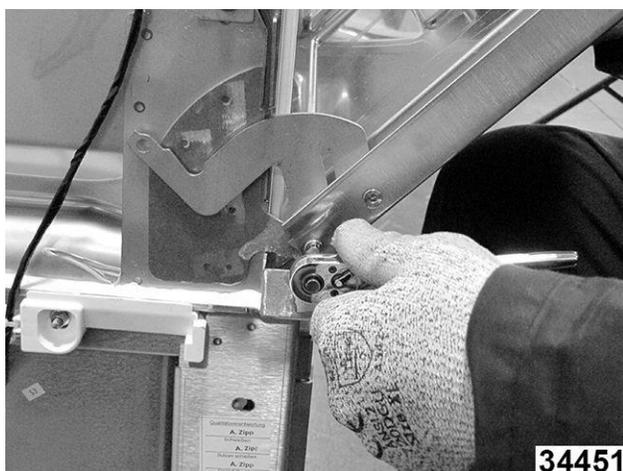

Fig. 156
5. Quite el perno de la puerta inferior de cada lado. (Fig. 156)